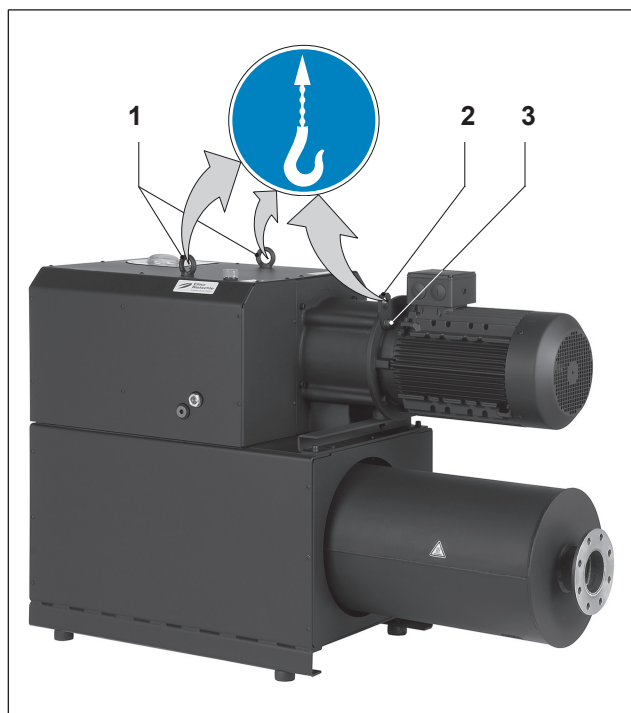

Рис. 1 Подъем и транспортировка
- а) Прочно затяните рым-болт (рис. 1/1) и крепежный болт (рис. 1/3) на транспортировочной накладке (рис. 1/2).